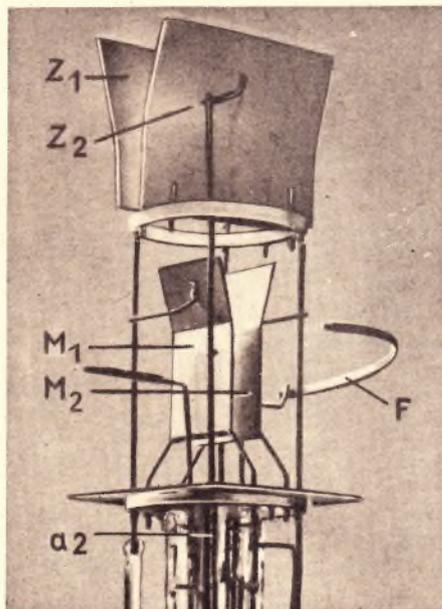

Abb. 11: Anode und Ablenkplattenpaare für doppel-elektrostatische Strahlablenkung.
Obwohl Elektronenstrahlröhren mit einem Plattenpaar für mannigfaltige Zwecke verwendbar sind (und auch gebraucht werden), so waren doch die heute bekannten großen Anwendungsgebiete erst mit Röhren zugänglich, welche zwei Paar Ablenkplatten besitzen. Die Plattenpaare werden, wie Abb. 11 zeigt, nacheinander in der Röhre so angeordnet, daß die Strahlablenkung des einen Plattenpaares senkrecht zur Ablenkung des anderen Paares erfolgt.
Leuchtflecke liegen, wenn an beiden Plattenpaaren die gleiche Spannung steht, nicht unter 45° geneigt, wie anzunehmen wäre, sondern steiler. Dies rührt daher, daß die beiden Plattenpaare, wie ja auch in Abb. 11 und Abb. 16 ersichtlich ist, den Strahl nicht an den gleichen Punkt beeinflussen, sondern hintereinander angeordnet sind. Die Länge L in Formel (1) bzw. (2) ist also für beide Ablenkrichtungen verschieden, so daß sich auch verschiedene Ablenkempfindlichkeiten ergeben.